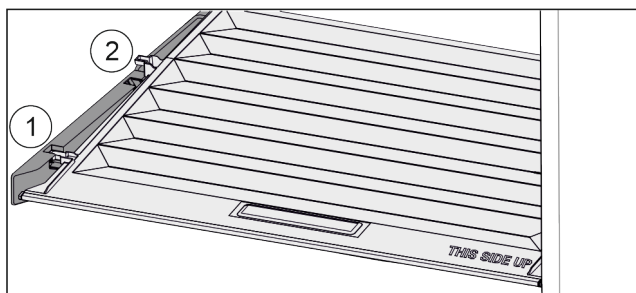

Fig. 54
- ▶ Vedä kantta kiinnikkeissä olevaan aukkoon saakka eteenpäin Fig. 54 (1).
- ▶ Nosta sitä takaosasta ja ota se pois yläkautta Fig. 54 (2).